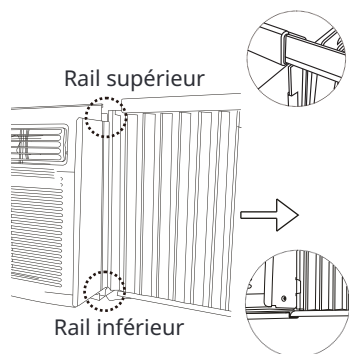

Fig.3
C. Une fois que le panneau a été installé sur le côté de l'armoire, assurez-vous qu'il est bien fixé à l'intérieur du canal du cadre en effectuant de légères ajustements. Faites glisser les extrémités supérieure et inférieure du cadre dans les rails supérieur et inférieur de l'armoire. Fig.3.